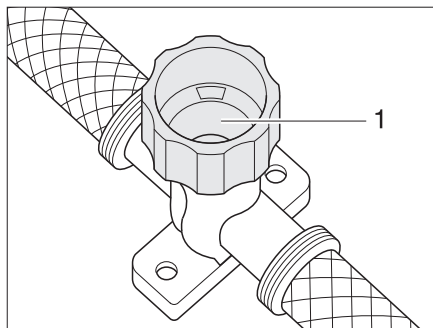

Fig. 123 Llave de desagüe para calentador Therme
- Cerrar la llave de desagüe. Para ello, girar el capuchón (Fig. 123,1) en sentido de las agujas del reloj.
- Abrir la llave de desagüe del calentador Therme. Para ello, girar el capuchón (Fig. 123,1) en sentido contrario a las agujas del reloj.